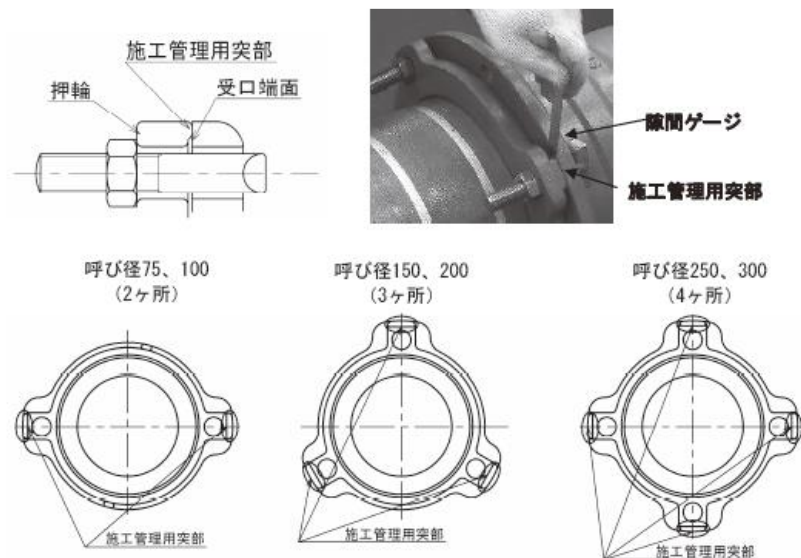

図4-15 締め付け完了の状態
- (6) 管を吊った状態で管芯を合わせた後、挿し口先端が受口奥部に当たるまでゆっくり挿入すること。定位置まで挿入した後にストッパーを引き抜くこと。
- (7) ゴム輪は押輪を受口側に寄せて、T 頭ボルト・ナットを押輪の穴数に全て差し込み、全周にわたって均一になるように留意しながらほぼ対象にあるナットを少しずつ電動工具等で締め付けること。また、締め付けは押輪の施工管理用突部と受口端面が接触するまで行うこと。
- (8) 締め付け完了後に、図 4-15 に示すように、押輪の施工管理用突部と受口端面に隙間がないことを隙間ゲージ(厚さ 0.5 mm)で確認すること。